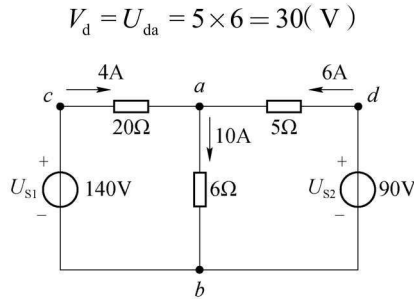

图 1-10 例 1-1 的图
**【例 1-1】** 在图 1-10 中，若分别以  $a$  点、 $b$  点为参考点，求  $a$ 、 $b$ 、 $c$ 、 $d$  各点电位和任意两点之间的电压。